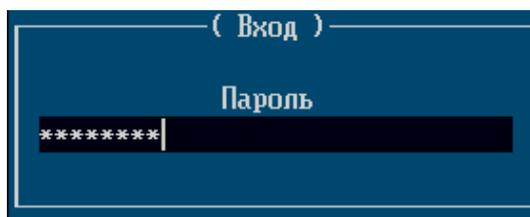

Рисунок 11 – Внешний вид авторизационного окна «Пароль»
- в появившемся окне «Пароль» (см. рисунок 11) ввести пароль и нажать «Enter».